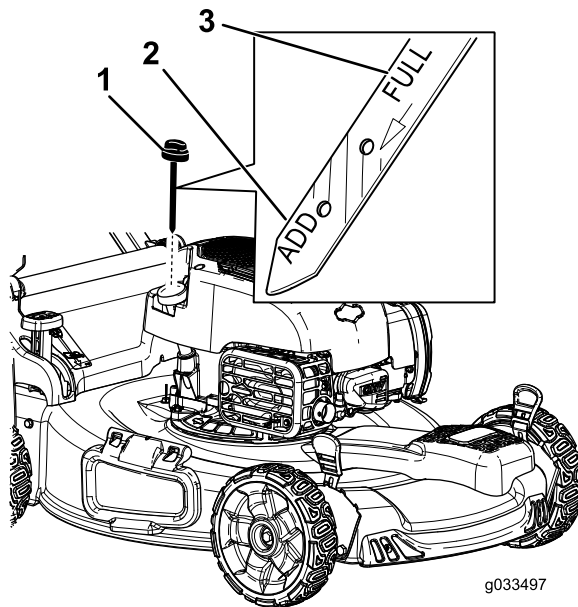

Figura 25
- Retire la varilla girando el tapón en el sentido contrario a las agujas del reloj y tirando del mismo (Figura 25).
10. Observe en la varilla el nivel de aceite (Figura 25).